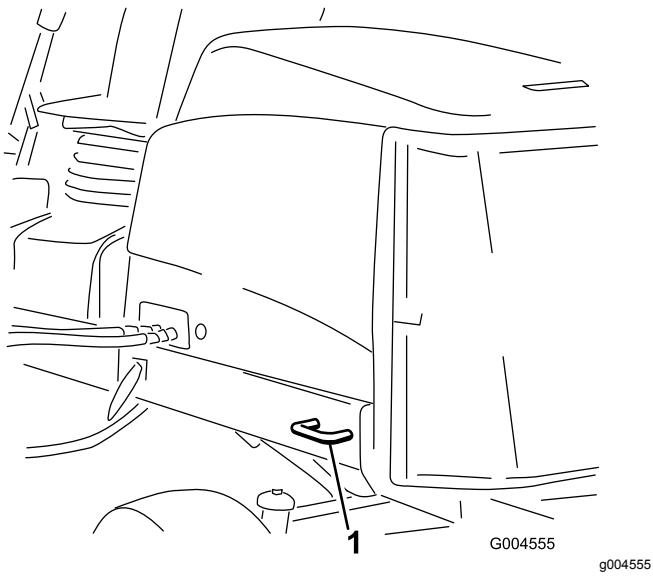

Bild 40
- Hinten: Jede Maschinenseite am Hinterrahmen (Bild 40).